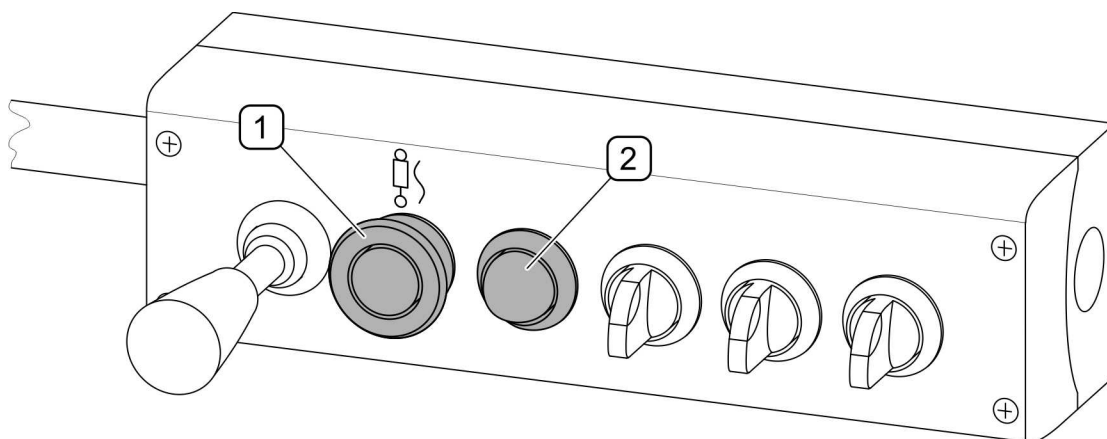

BILD 4.14 **Schalter der Schwimmfunktion**
(1) - Schalter der Schwimmfunktion; (2) - Kontrollleuchte der Schwimmfunktion.
Mit der Taste (1) aktivieren Sie die Schwimm-Funktion (BILD 4.14). Die Aktivierung der Schwimm-Funktion wird durch das grüne Licht (2) angezeigt. Wenn Sie die Taste (1) erneut drücken, wird die Schwimmfunktion ausgeschaltet und die Kontrollleuchte (2) erlischt. Die Schwimmfunktion ermöglicht das Kopieren des Bodens während der Schneeräumung, d.h.